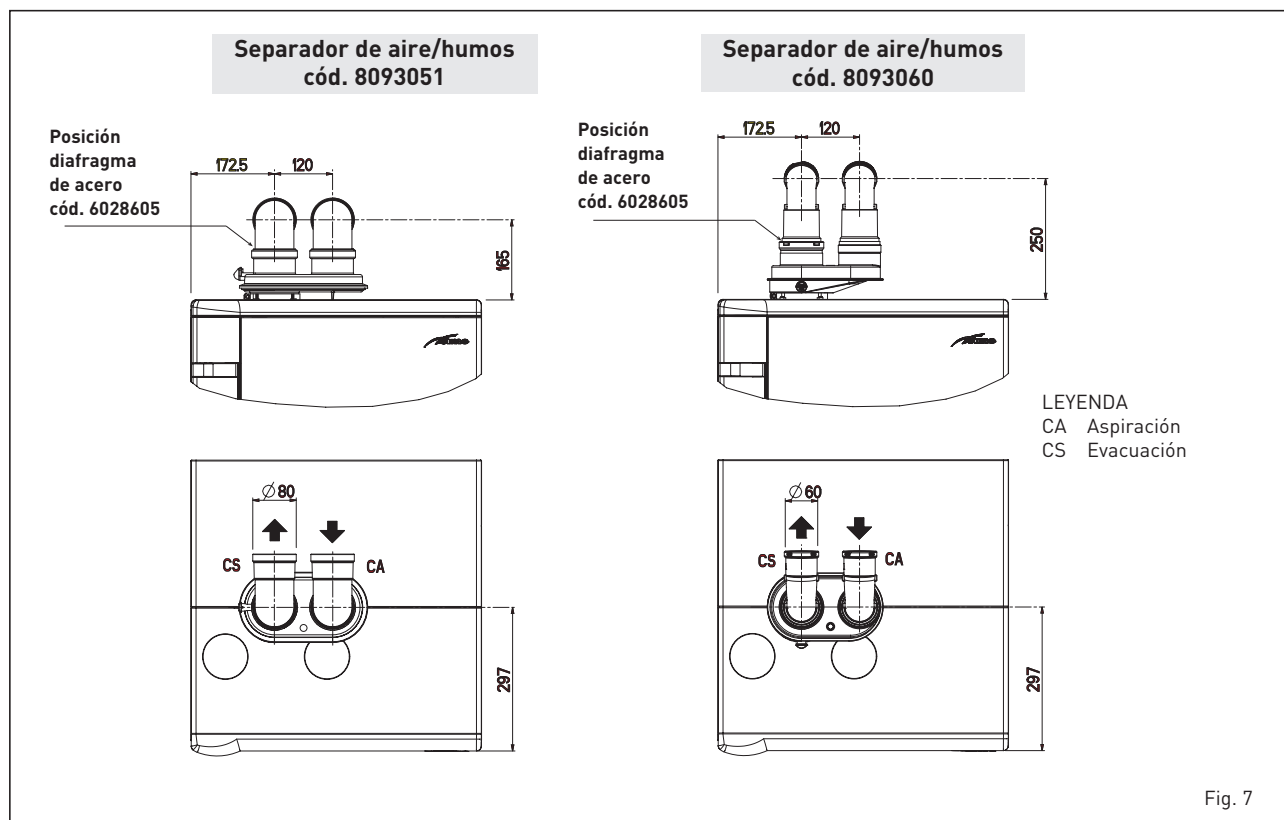

Fig. 7
2.6 INSTALACIÓN DE LOS CONDUCTOS SEPARADOS Ø 80 - Ø 60 (fig. 7 - fig. 8)
El separador de aire/humos permite separar los conductos de descarga de humos de los de aspiración de aire (fig. 7):
ATENCIÓN: Las calderas se suministran con un diafragma de acero cód. 6028605 que hay que colocar en la descarga de humos (fig. 7) cuando la pérdida de carga total de los conductos separados resulta inferior a 9 mm H₂O (con pérdidas de carga totales superiores a 9 mm H₂O hasta 15 mm H₂O no utilizar el diafragma).